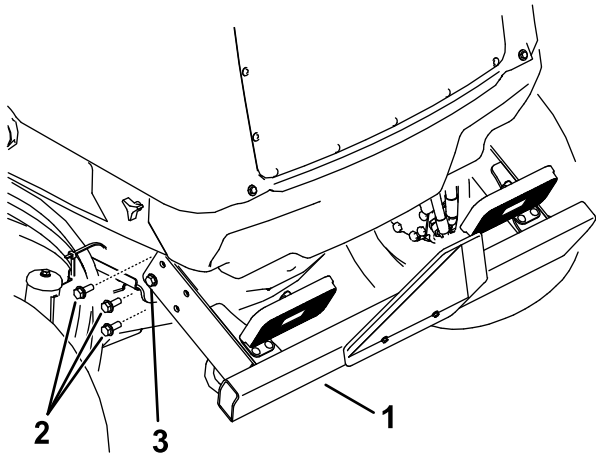

Bild 112
2. Entfernen Sie die drei Bundkopfschrauben von jeder Seite der hinteren Stoßstange, wie in Bild 112 abgebildet.
6. Heben Sie die hintere Stoßstange in die richtige Stellung an und setzen Sie die Bundkopfschrauben ein. Ziehen Sie alle Bundkopfschrauben an, mit denen die hintere Stoßstange am Rahmen befestigt ist (Bild 112).